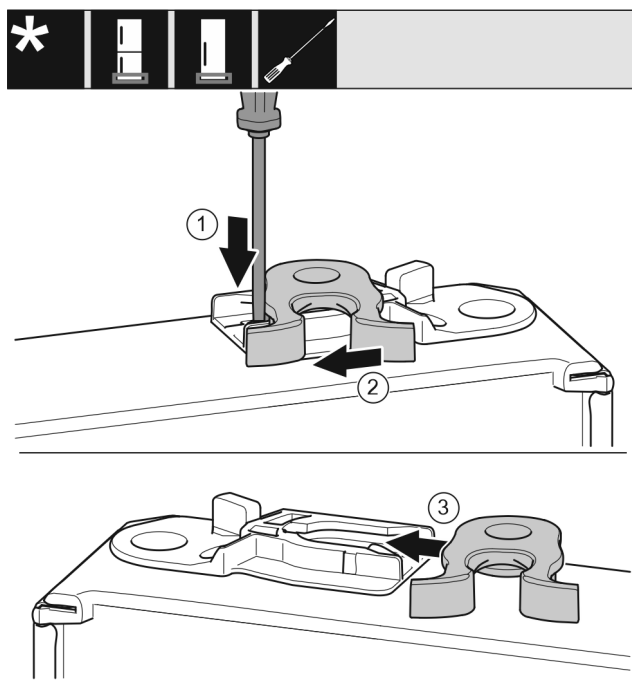

Fig. 49 *
- Plochým šroubovákem přitlačte lamelu Fig. 49 (1) dolů.*
- Vytáhněte petlici Fig. 49 (2) z vedení.*
- Petlici Fig. 49 (3) zasuňte do vedení na druhé straně.*